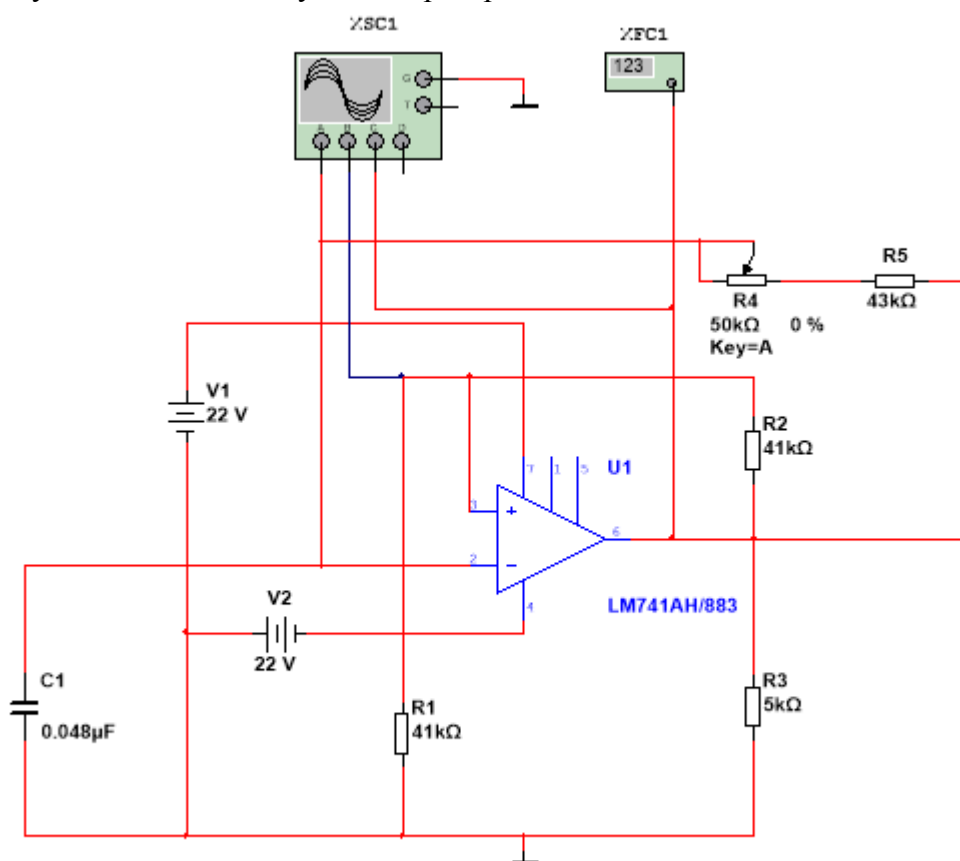

Рис.5 Схема исследования мультивибратора на ОУ с изменяемой частотой следования импульсов
**Задание 4.** Соберите, согласно варианту (Табл. 7), на рабочем поле среды Multisim схему для испытания автоколебательного мультивибратора на ОУ, с изменяемой частотой следования импульсов. (рис. 5). Запустите процесс моделирования. С помощью осциллографа проверьте наличие импульсов на выходе мультивибратора.